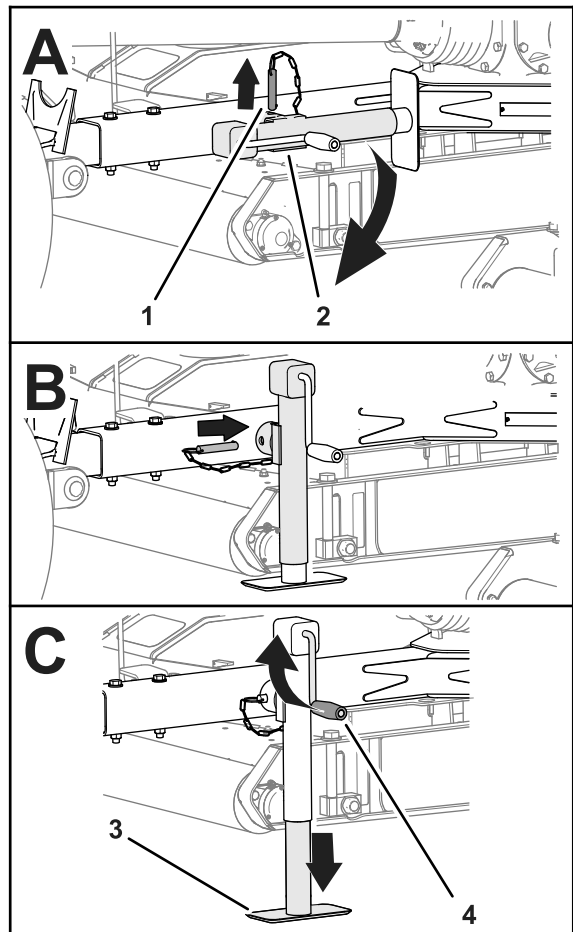

Figura 23
3. Retire el pasador y gire el gato de la barra de tiro a la posición vertical (Figura 23).
4. Alinee el orificio de la barra de tiro con el orificio del gato (Figura 23).
5. Introduzca el pasador a través de los orificios de la barra de tiro y del gato (Figura 23).
2. Gire la manivela del gato para elevar completamente el apoyo del gato; consulte la Figura 23 en Sujeción del cortacésped con el gato \(página 16\).